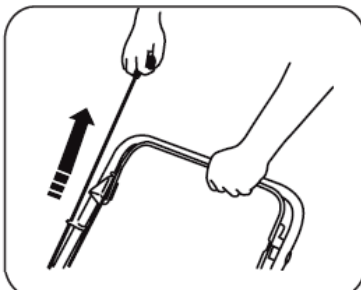

Рис. 12
4. Правой рукой потяните за ручку стартера до ощутимого сопротивления, затем верните ее назад на вытянутую руку и резко дерните за ручку стартера (рис. 12). Двигатель запустится.